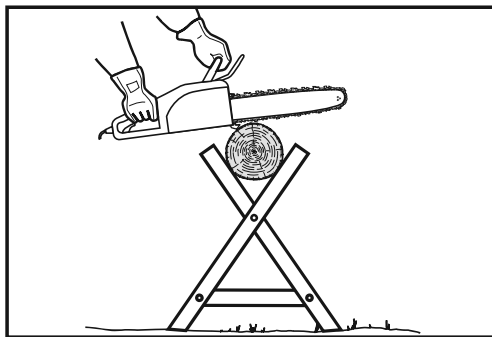

Fig. 33
5. Apoye los troncos pequeños en un soporte de serrado o en otro tronco durante el seccionamiento (Fig. 33).